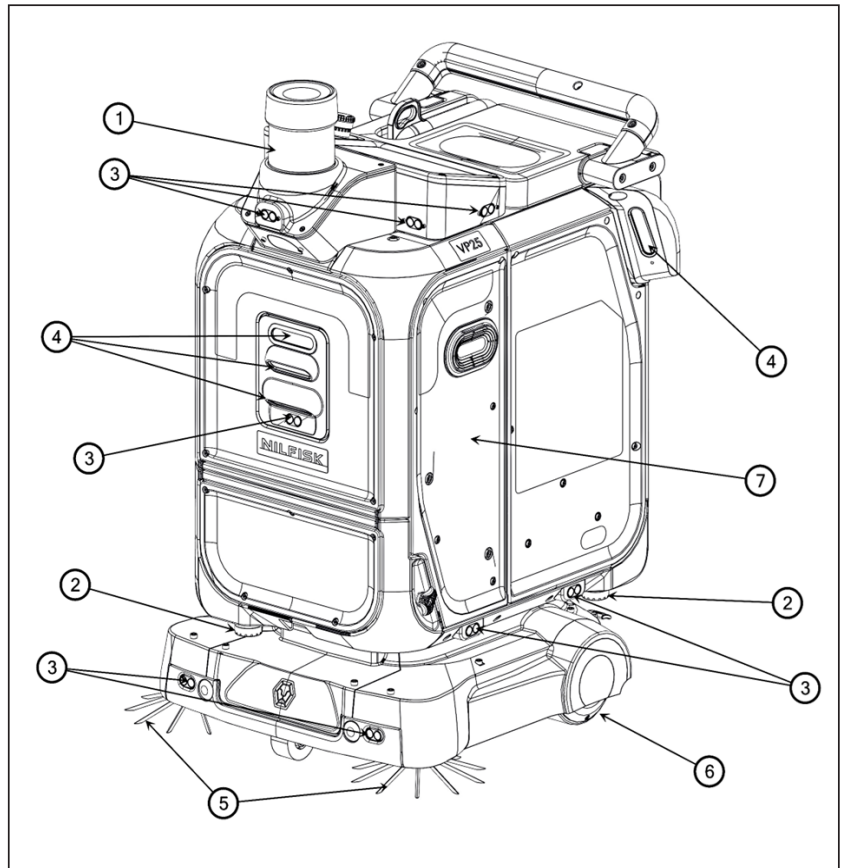

Abbildung 1
- 2D-LiDAR-Sensoren (2) oder ein 3D-Sensor (1) (**Abb. 1**) je nach Modell – ermöglicht die Erfassung von Hindernissen und der Umgebung vor, hinter und seitlich der Maschine.
- Tiefenkamera (4) (**Abb. 1**) – liefert eine dreidimensionale Tiefenpunktwolke des Bereichs vor und seitlich der Maschine.
- Sonarsensoren (3) (**Abb. 1**) – vorne, hinten und an den Seiten der Maschine angebracht – helfen bei der Kollisionsvermeidung und der Anwesenheitserkennung rund um die Maschine.